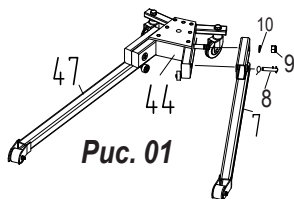

Рис. 01
- См. рисунок 01: Закрепите левую стойку #7 на основании #44, вставив постоянный направляющий штифт. Поставьте шайбу #10 и закрутите гайку #9. Вставьте штырь #8 через #7 и #44 до упора. Поверните на 180° и заблокируйте при помощи уплотнительного штыря. Правая стойка #47 устанавливается таким же образом.